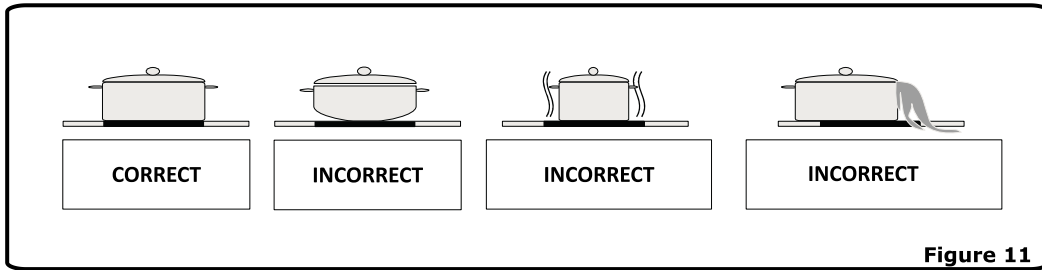

Figure 11
- Veuillez à ce que la base de la casserole soit sèche avant de la placer sur la plaque chauffante. Lorsque la plaque chauffante est allumée, il est important de veiller à ce que la casserole soit correctement centrée sur la plaque (Figure11).